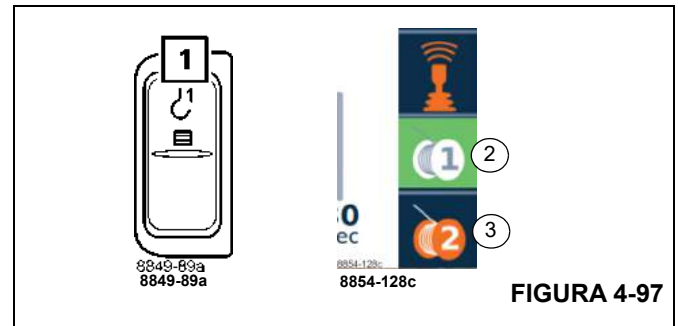

FIGURA 4-97
- El símbolo (3), (Figura 4-97), debe estar rojo.
- Pulse el botón en el apoyabrazos derecho (1), (Figura 4-97), una vez.
- El símbolo (2), (Figura 4-97), se torna de color verde cuando se activa el malacate principal.